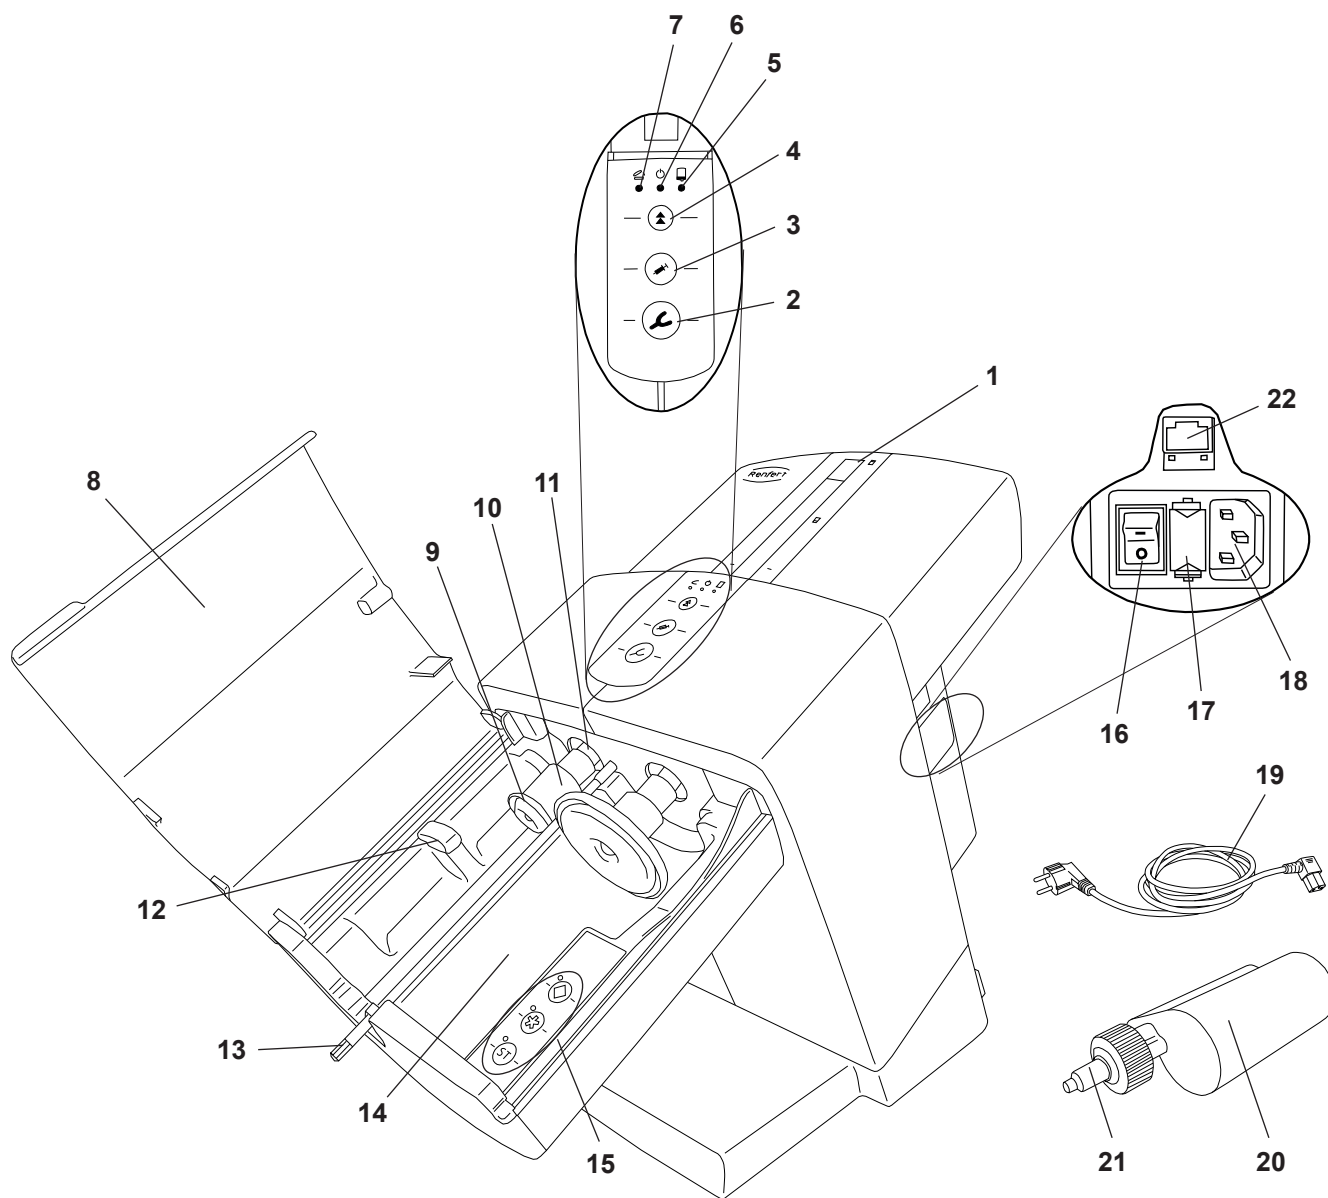

Fig. 1
- ⇒ Slut det medfølgende strøm kabel (19, Fig. 1) til lysnetkontakten (18).
- ⇒ Tænd for enheden på hovedafbryderen (16).
- ⇒ Tryk på tilbagetrækningstasten (4).
- ♦ Trykpladerne (9, Fig. 1) kører tilbage i udgangsposition og stopper der.
- ⇒ Åbn enhedens dæksel (8, Fig. 1).
- ⇒ Fjern transportsikringen (23).
En patron kan kun lægges i eller udskiftes, når de to trykplader (9, Fig. 1) befinder sig i udgangspositionen.
⇒ Luk enhedens dæksel (8, Fig. 1).
⇒ Åbn enhedens dæksel (8, Fig. 1).
Apparatets dæksel kan kun lukkes, hvis patronen er lagt korrekt i. Så længe apparatets dæksel ikke er lukket ordentligt, lyser den røde LED „Apparatdæksel åbent“ (7, Fig. 1).
- Støbeske (2), stor udpresningshastighed eller
- dispenser (3), lille udpresningshastighed
- ♦ Blandingssekskanten (13, Fig. 1) begynder at dreje sig, bliver automatisk flettet ind i blandingsdysen (21, Fig. 1) og stopper så igen.